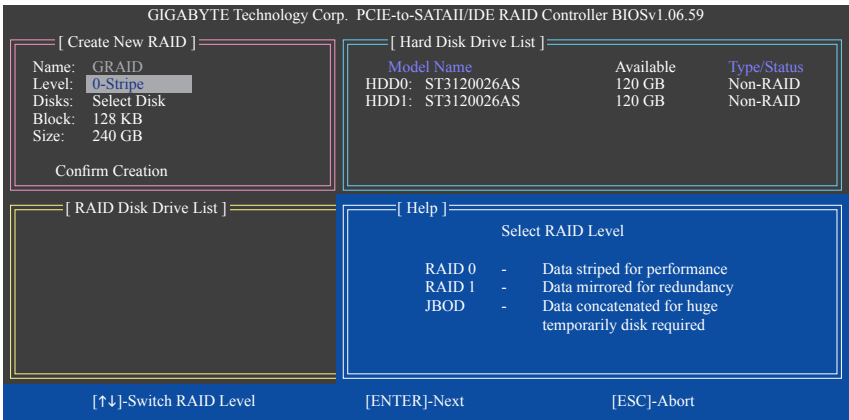

図 5
**Create New RAID**ブロックに、アレイを作成するために設定する必要がある項目がすべて表示されます（図5）。